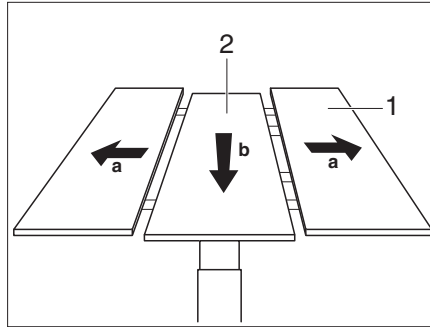

Bild 100 Fäll upp mittendelen
- Dra bordets ytterdelar (Bild 100,1) från varandra.
- Tryck bordets mittendel (Bild 100,2) kraftigt neråt. Mittendelen trycks uppåt med fjäderkraft.
- Tryck bordets mittendel (Bild 100,2) kraftigt neråt. Mittendelen hakar fast i det undre läget.